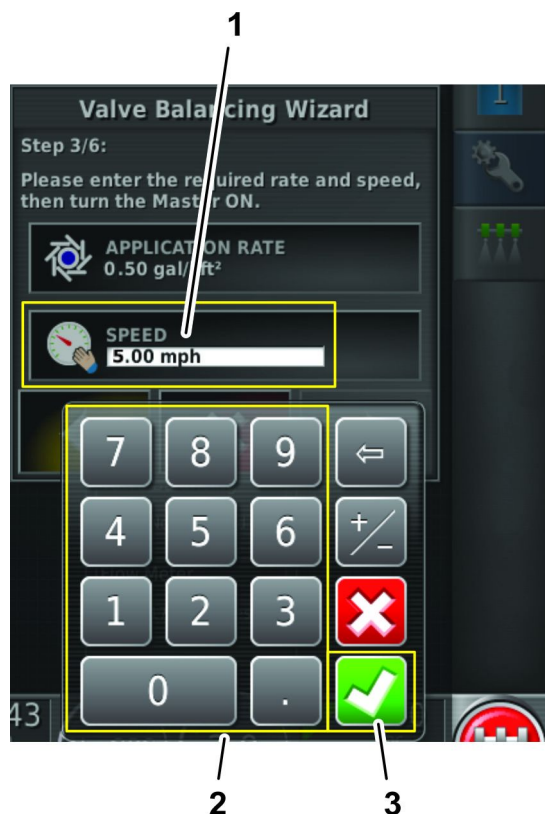

Рисунок 51
7. С помощью цифровой клавиатуры введите скорость движения, с которой вы будете опрыскивать, и нажмите на значок подтверждения (Рисунок 51).